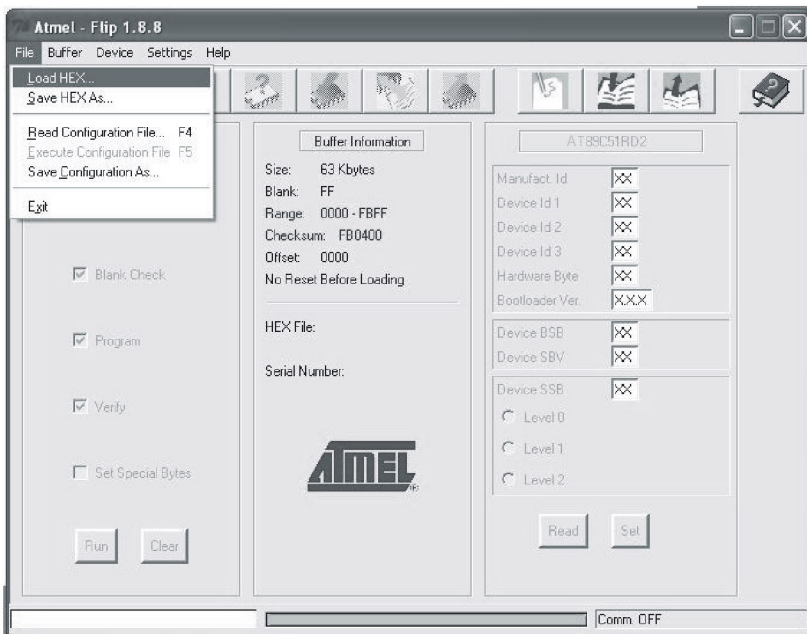

Рис. 9. Меню загрузки hex-файла с микропрограммой
- Нажмите кнопку ОК и выберите в меню File пункт Load Hex (см. рис. 9).